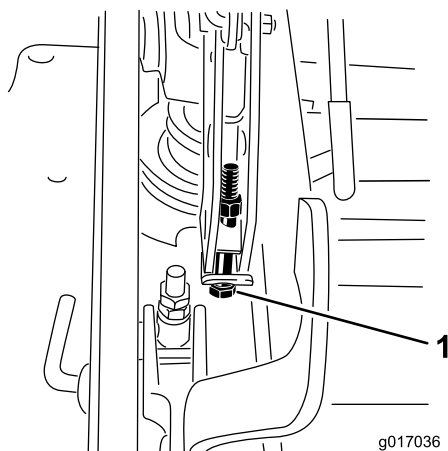

Figura 91
13. Si la carcasa está demasiado baja, apriete el perno del ajuste de un solo punto girándolo en el sentido de las agujas del reloj. Si la carcasa está demasiado alta, afloje el perno del ajuste de un solo punto girándolo en el sentido contrario a las agujas del reloj (Figura 91).